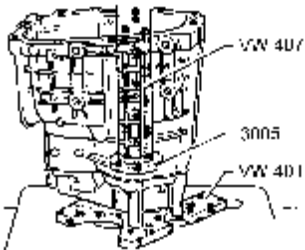

图 9-90 压入小圆锥滚柱轴承外圈
(3) 压入小圆锥滚柱轴承外圈时应使用专用工具并按图 9-90 所示进行。